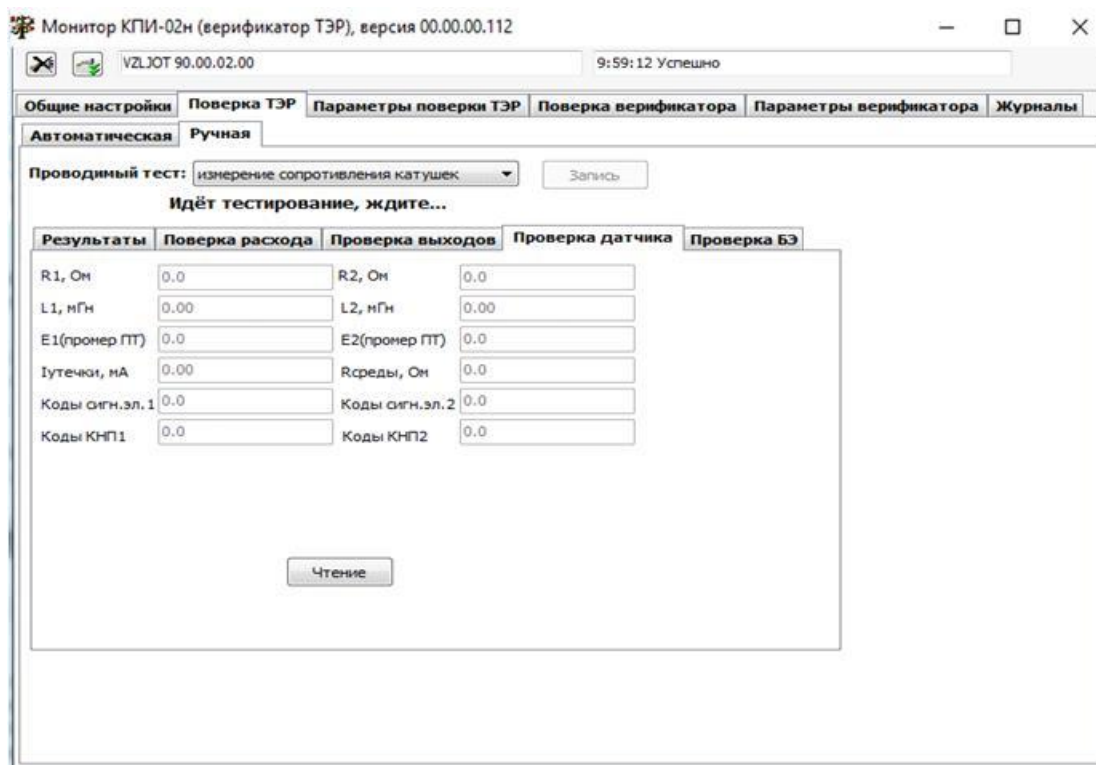

Рис.17. Вкладка «Поверка ТЭР» в ручном режиме.
4.2.4. Проведение поверки ТЭР в ручном режиме при помощи программы «Монитор КПИ-02» проводится аналогично проведению поверки с клавиатуры КПИ. В выпадающем окне **Проводимый тест:** выбирается конкретный вид теста или проверки и нажимается кнопка **Запись**. Ход тестирования сопровождается соответствующим сообщением (рис.17).